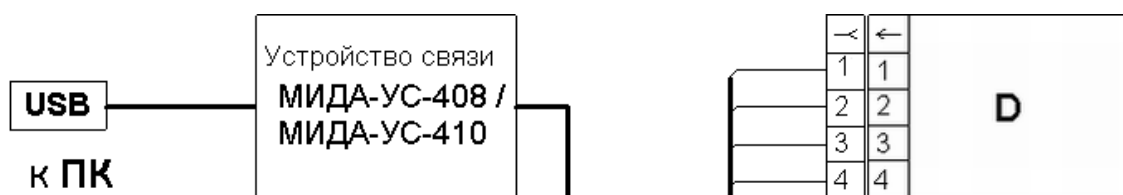

Рисунок 1 - Блок-схема подключения датчика к ПК через устройство связи УС-410.
1. Подключите один датчик к компьютеру (см. рисунок 1).